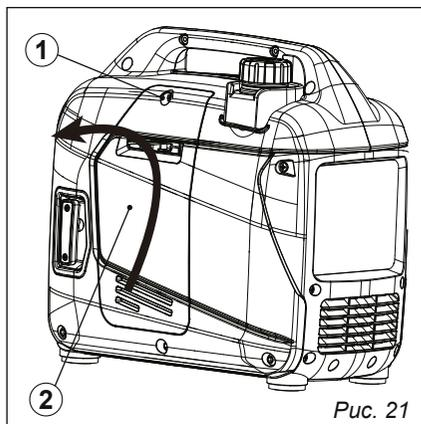

Рис. 21
2. Отвинтите винт ①, а затем снимите крышку ②, *рис. 21*.